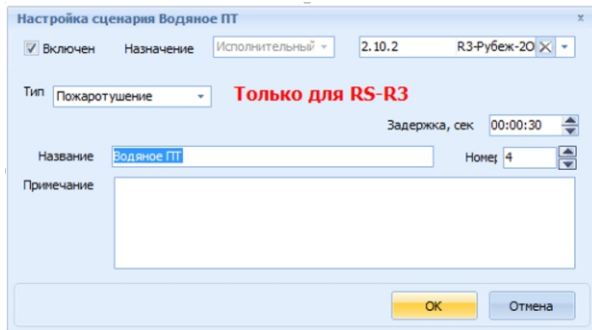

Рисунок 5
6.7 В случае присписывания сценария под задержкой запуска понимается основная задержка сценария (рисунок 5).